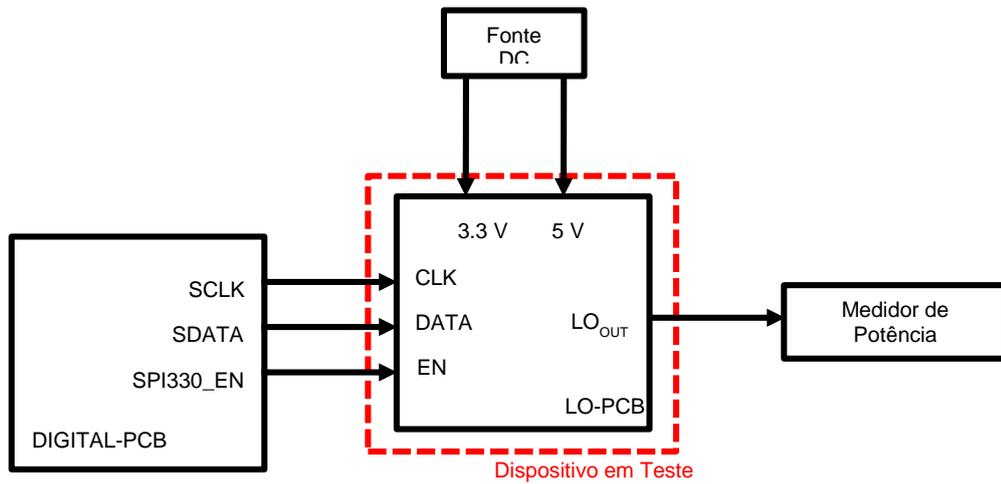

Figura 4.2.2 – conexões para teste de potência de saída.
- 1) Realizar as conexões descritas na figura 4.2.2;